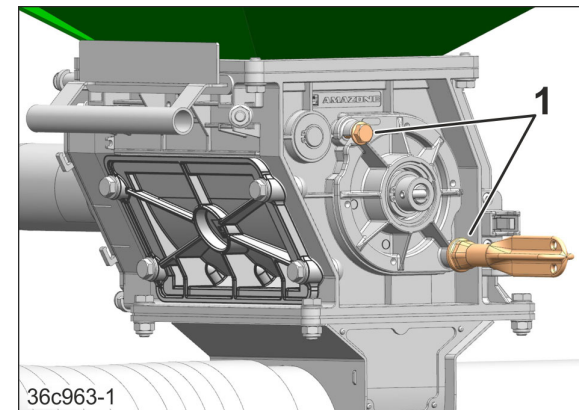

Fig. 144
2. 2 Schrauben (Fig. 144/1) lösen.